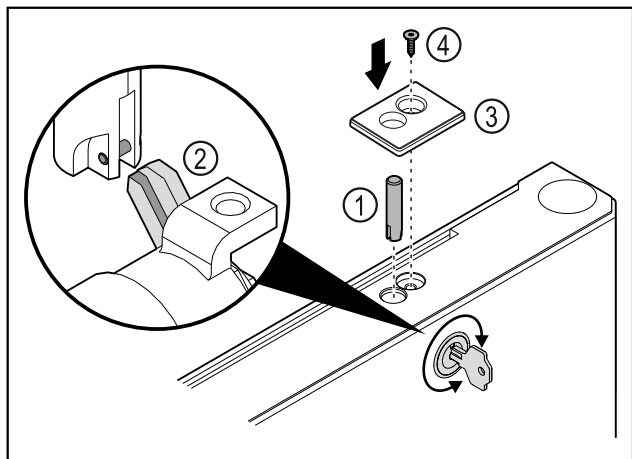

Fig. 47
- ▶ Pange lukupolt Fig. 47 (1) sisse.
- ▶ Keerake veidi lukku, et lukupolt fikseeruks Fig. 47 (2) luku lõhikusse.
- ▶ Pange kate Fig. 47 (3) sisse.
- ▶ Pange kruvi Fig. 47 (4) sisse.